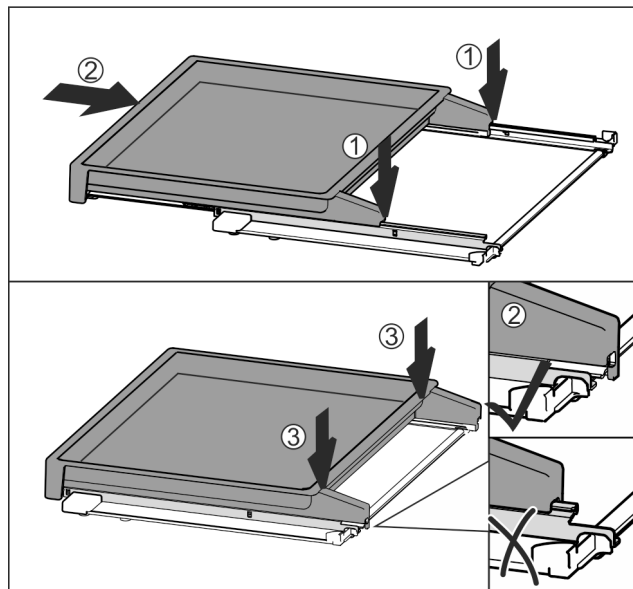

Fig. 113
- La poser au centre sur les rails Fig. 113 (1).
- Insérer complètement la bordure télescopique Fig. 113 (2).
- Appuyer sur sa partie arrière jusqu'à ce qu'elle s'enclenche de manière audible Fig. 113 (3).